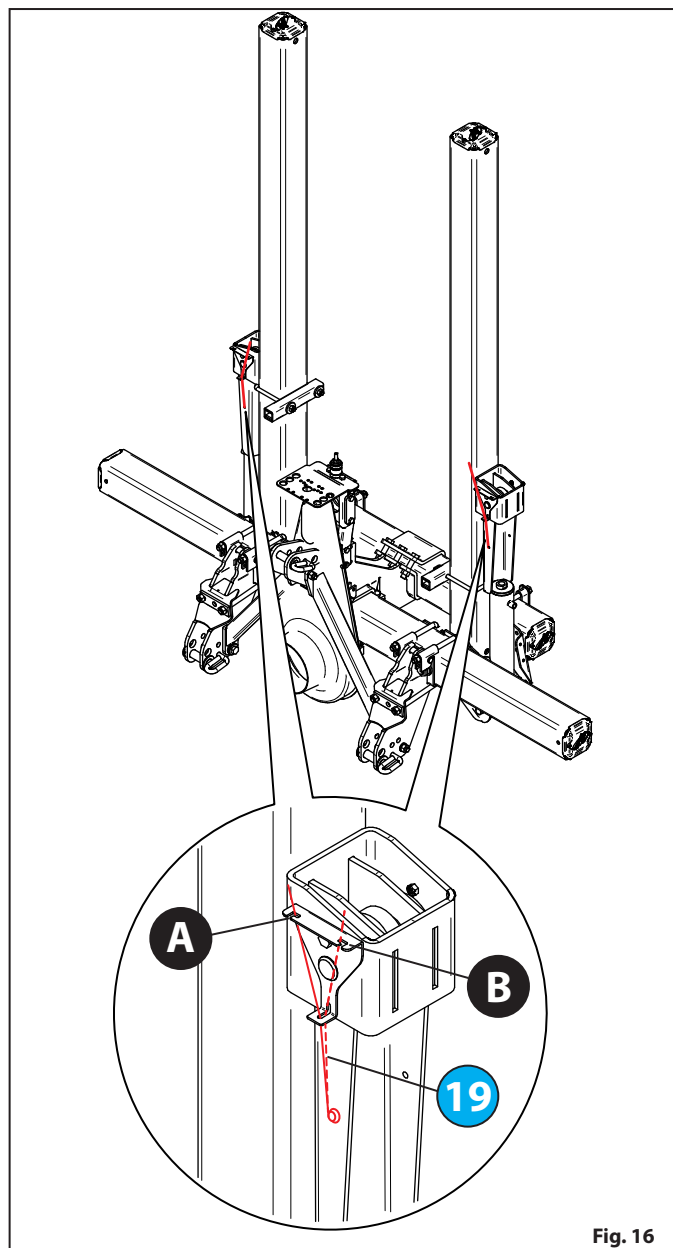

Fig. 16
- W celu rozłożenia ramy należy przestawić sprężynę **19** z pozycji **A** do pozycji **B** "Fig. 16".